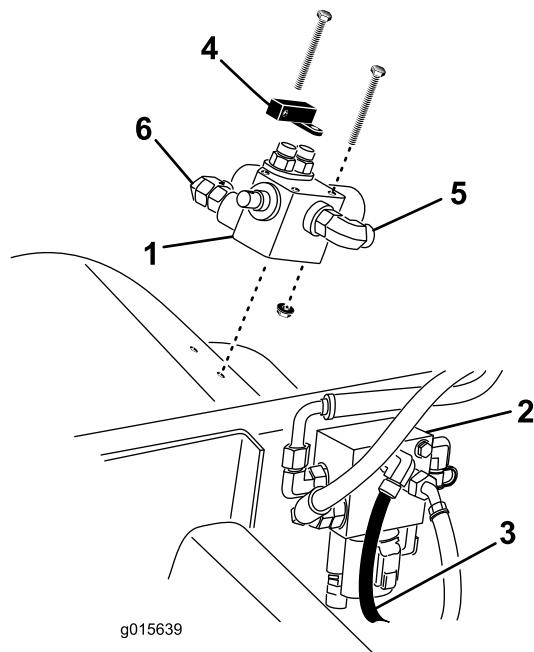

Figura 5
9. Monte a válvula de controlo e a alavanca de inclinação no guarda-lamas direito com os 3 parafusos (1/4 x 2-3/4 pol.) e porcas flangeadas de 1/4 pol. como se mostra na Figura 5.
10. Coloque um recipiente de escoamento debaixo do manípulo de elevação (Figura 5).
11. Desligue o tubo de direção (Figura 5) da porta traseira superior do coletor de elevação (o tubo sai da válvula de direção).
12. Ligue o tubo de 30,5 cm ao tubo de direção desligado e ao encaixe de 90 graus no lado do operador da válvula de controlo (Figura 5).
13. Ligue o tubo hidráulico mais comprido com os encaixes retos (incluído com o kit) à porta vaga no coletor de elevação e ao encaixe de 90 graus no lado exterior da válvula de controlo (Figura 5).